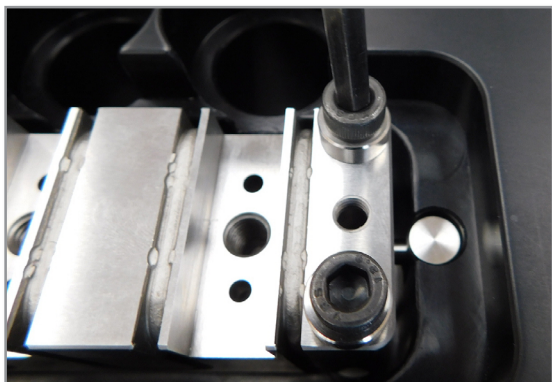

Abbildung 5-97 Unterlegscheiben und Schrauben einbauen
5. Installieren Sie die vier Titan-Unterlegscheiben und die vier M6-Schrauben. Mit 14 Nm (10 ft.-lb) festziehen. Siehe Abbildung 5-97.